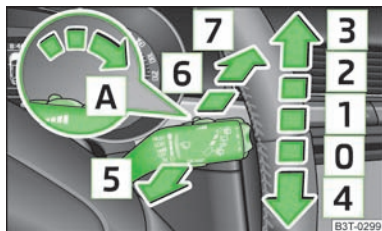

Abb. 49
- Ist das langsame **2** » Abb. 49 oder schnelle **3** Wischen eingeschaltet und die Geschwindigkeit des Fahrzeugs sinkt unter 4 km/h, wird automatisch in eine niedrigere Wischstufe geschaltet. Bei der Geschwindigkeitserhöhung über 8 km/h wird das vorherige Wischen wieder hergestellt.
- Möchte man die Frontscheibe nur **kurz** wischen, den Hebel in die gefederte Stellung **4** » Abb. 49 drücken. Wird der Hebel in der unteren Stellung für länger als 1 Sekunde gehalten, dann wischt der Wischer schneller.
Befindet sich der Scheibenwischerhebel in der Stellung [2] » Abb. 49 bzw. [3], kommt es bei einer Geschwindigkeit von mehr als 5 km/h alle 30 Sekunden bzw. 10 Sekunden zu einem Wischvorgang der Heckscheibe.
- › Fünfmal hintereinander innerhalb von 5 Sekunden den Bedienungshebel in Stellung [6] » Abb. 49 drücken.
Zum Reinigen der Scheinwerfer kommt es nach dem ersten und nach jedem fünften Bespritzen der Frontscheibe, wenn das Abblend- oder Fernlicht eingeschaltet ist und der Scheibenwischerhebel ca. 1 Sekunde in der Position [5] » Abb. 49 gehalten wurde.
- › Danach innerhalb von 10 Sekunden den Scheibenwischerhebel in die Position  » Abb. 49 drücken - die Wischerarme fahren in die Servicestellung.